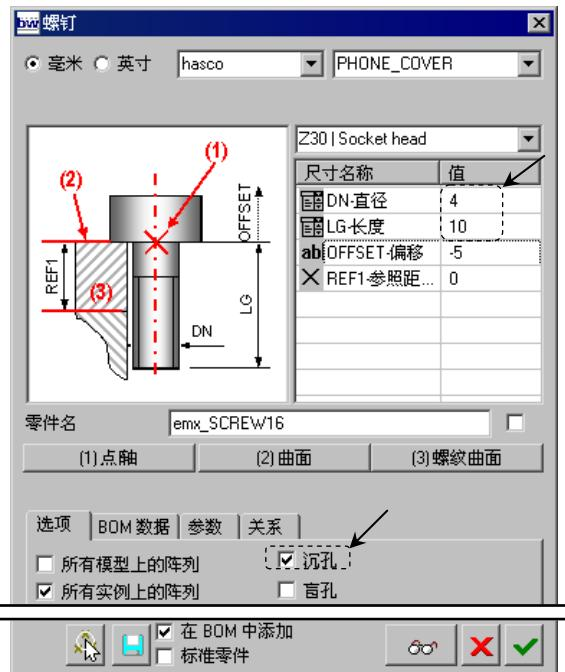

图 31.99 “螺钉”对话框
Step2. 选择命令。单击 **EMX 工具** 功能选项卡 **螺钉** 控制区域中的 **螺钉** 按钮，此时系统弹出图 31.99 所示的“螺钉”对话框。